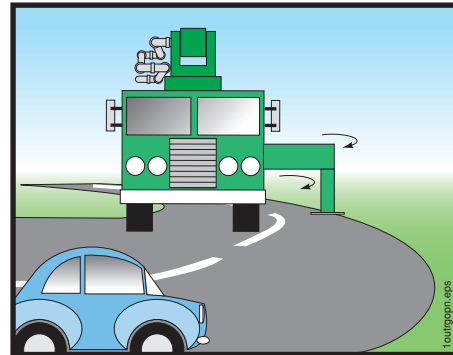

Figura 5
- 3.12** **⚠️ ADVERTENCIA** (Vea la Figura 5.) Súbase o bájese de la bomba o del camión siguiendo la “*regla de los 3 puntos de apoyo*” (por ejemplo, mantenga EN TODO MOMENTO las dos manos y un pie o una mano y los dos pies en contacto con una superficie firme).